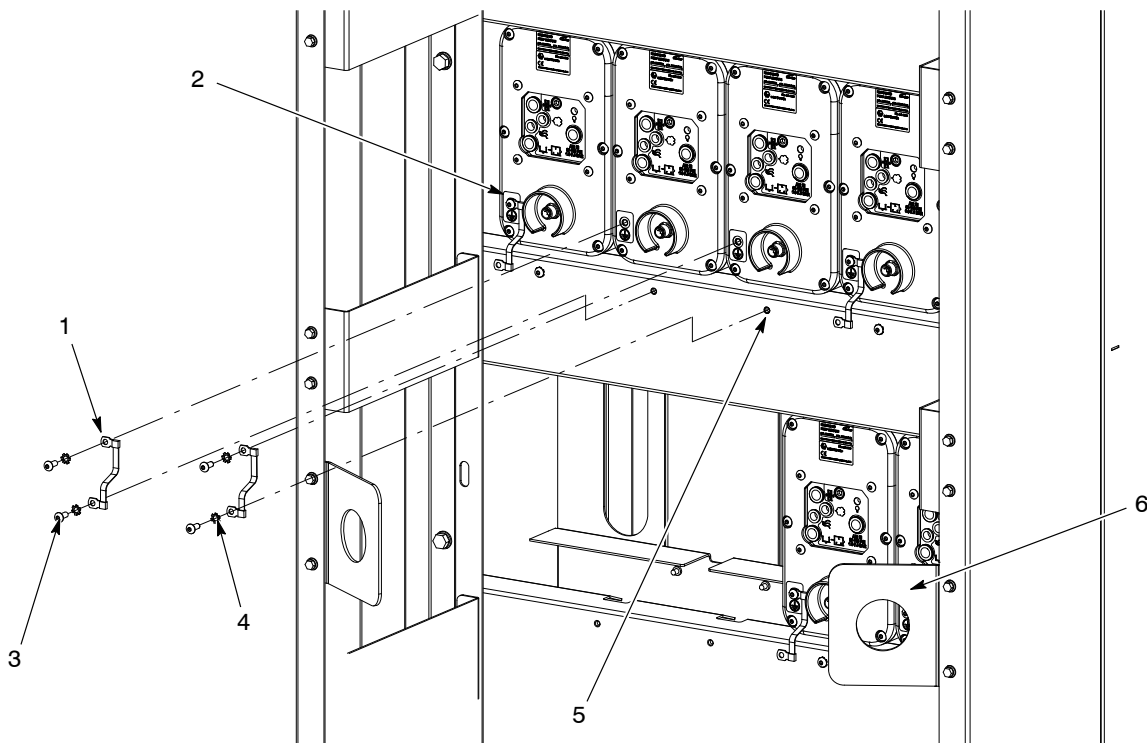

Abbildung 6 Ersetzen der Erder
1. Siehe Abbildung 6. Schalten Sie das System spannungsfrei, falls ein Erder (1) ersetzt werden muss.
2. Danach der verschlissene oder beschädigte Erder von der Halterung (2) auf der Rückseite des Pumpenmoduls entnehmen.
3. Den Rest des Erders durch Entfernen der Schraube (3) und Federscheibe (4) aus ihrem Platz (5) am Pumpenschaltschrank entnehmen. Führen Sie diese Schritte in umgekehrter Reihenfolge aus, um einen neuen Erder zu installieren.